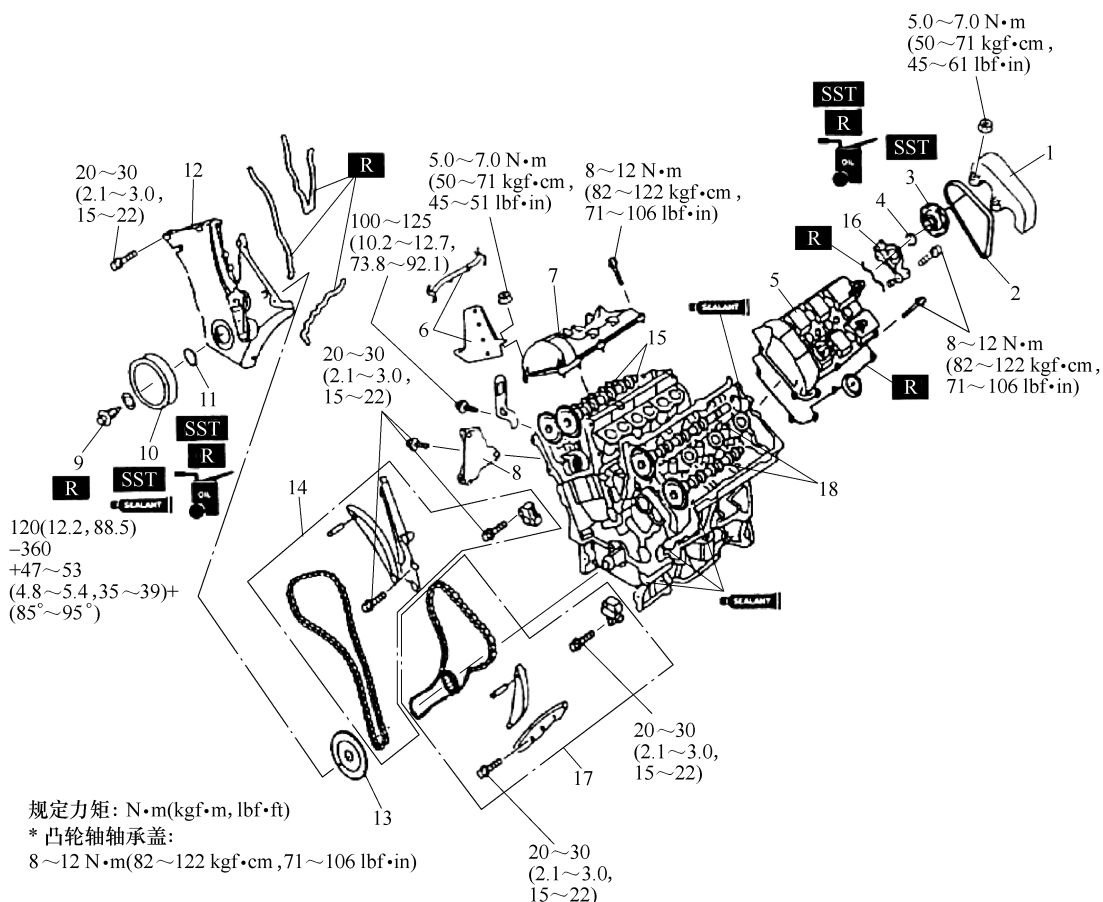

图 5-24 正时链单元分解
正时链单元分解见图 5-24。
17) 按照图 5-24 中指定的顺序进行拆卸。